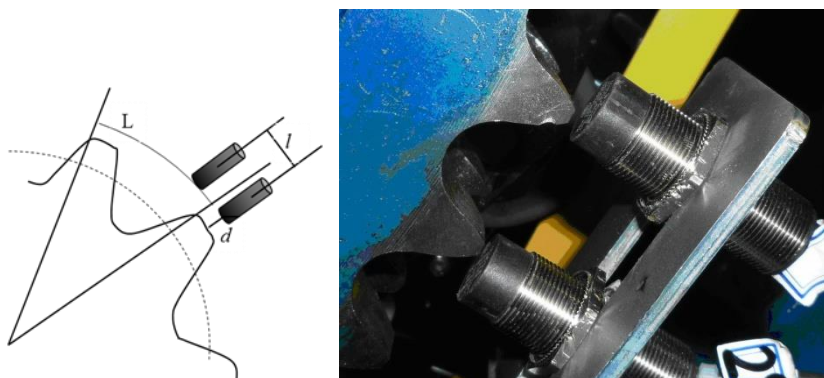

图 4
- 主齿轮测速：两个接近式开关安装在两个不同的轮齿上相位相差为 90° ，安装时一个对准齿峰，另一个对准齿峰间距的 $1/4$ 处，开关之间允许有多个齿峰，但要尽可能指向齿轮的轴心。安装间距不超过 5mm。如图 4：